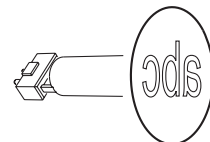
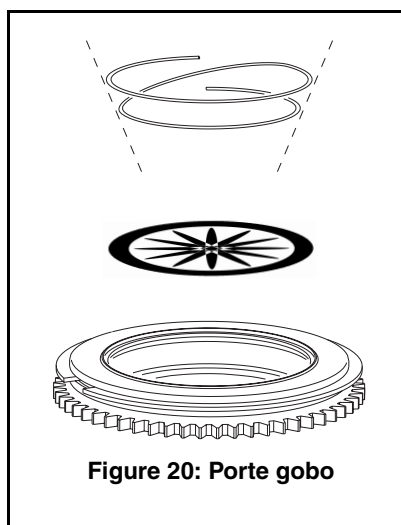

Figure 17. Orientation correcte des gobos
Figure 20: Porte gobo
Les orientations montrées en Figure 17 sont correctes dans la plupart des cas. Toutefois, consultez votre revendeur Martin ou votre fabricant de gobos en cas de doute sur l'orientation d'une modèle particulier de gobo.
**L'orientation des gobos est critique. Lisez attentivement les conseils en Figure 17 avant d'installer un gobo.**
7. Voir Figure 20. Avec un petit tournevis, décoincez l'extrémité du ressort opposé au gobo. Dégagez le ressort. Dégagez le gobo de son support et remisez-le sur une surface propre et douce.
8. Insérez le nouveau gobo, le côté qui doit faire face à la lampe tourné vers le haut, vers le ressort (voir Figure 20 et Figure 17).
9. Insérez le ressort, son côté serré contre le gobo comme indiqué en Figure 20. Pour identifier le 'côté serré', aplatissez le ressort : le côté serré se trouve au centre. Bloquez l'autre extrémité sous le rebord du porte-gobo.